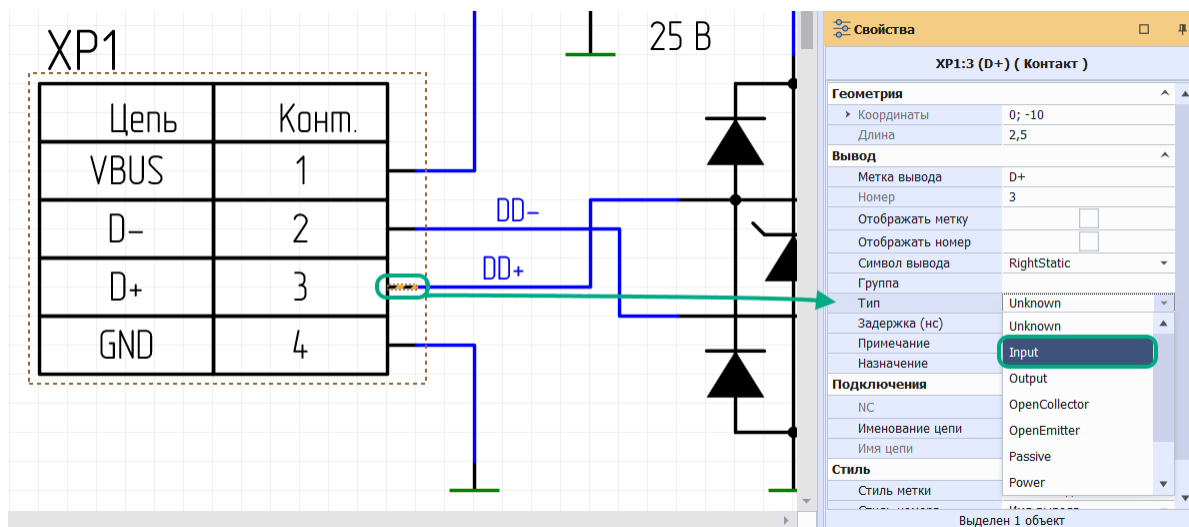

Рис. 135 Определение типа контакта элемента диффпарной цепи
2. В окне «Свойства» → «Вывод» → «Тип» выбрать тип контакта Input, см. Рис. 135.